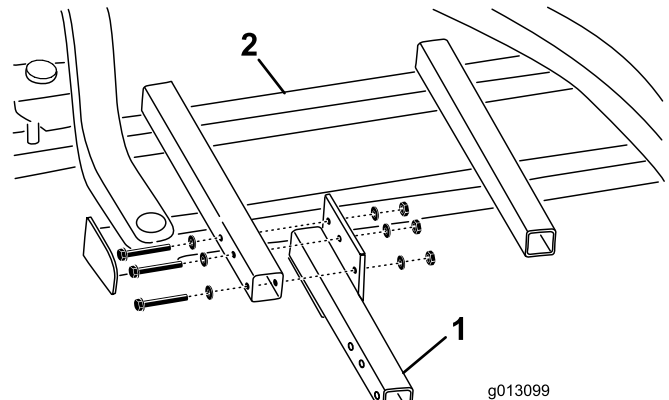

Figura 2
2. Instale sin ajustar el brazo izquierdo en el bastidor de sujeción con 3 pernos de (7/16" x 3"), 3 contratuercas (7/16"), y 6 arandelas (Figura 2).